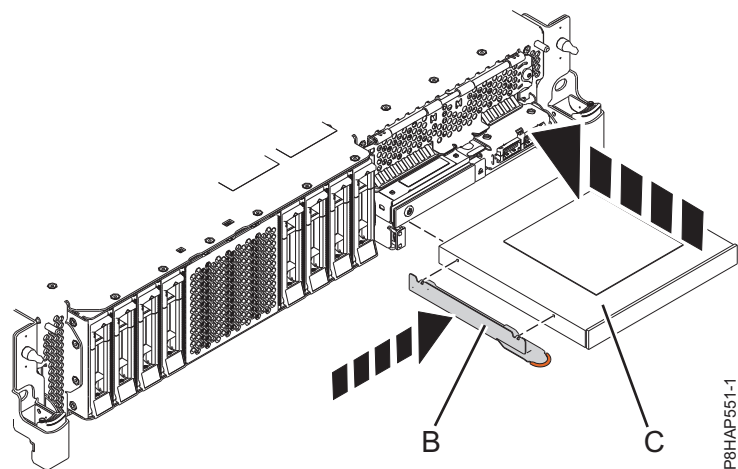
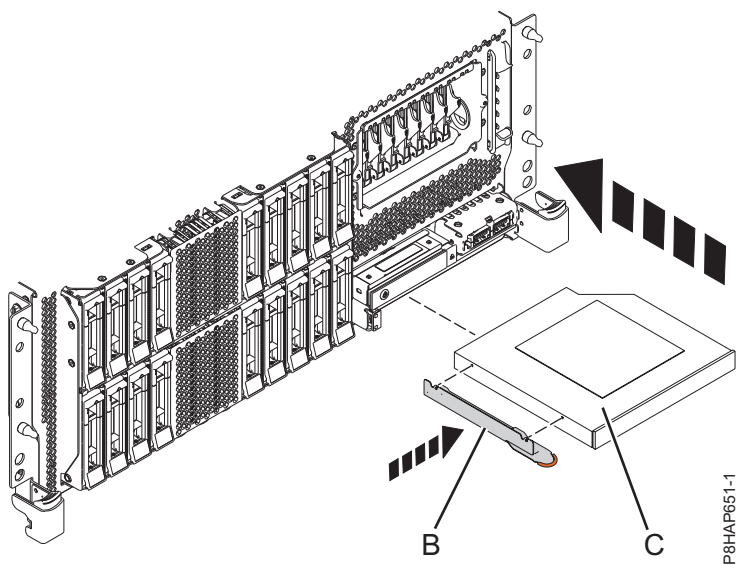
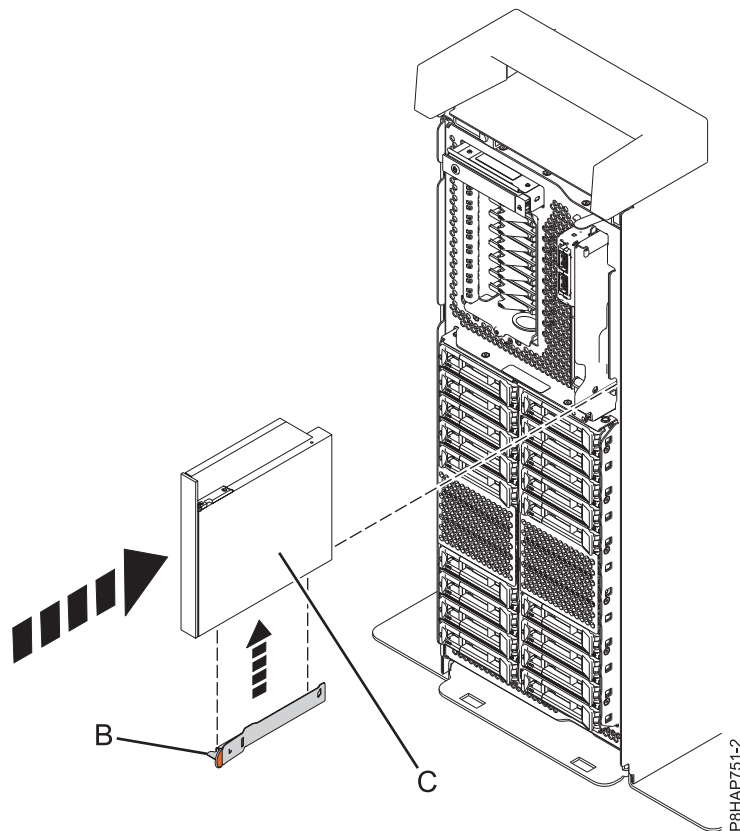

図 34. 8284-21A または 8284-22A システムにおけるスリムライン・メディア・デバイスの取り替え
図 35. ラック・マウント型 8286-41A または 8286-42A システムにおけるスリムライン・メディア・デバイスの取り替え
図 36. スタンドアロン型システムにおけるスリムライン・メディア・デバイスの取り替え
5. 障害のあるスリムライン・メディア・デバイスから取り外した保持ブラケット (B) を取り出します。
6. 8284-21A または 8284-22A システムについては 45 ページの図 34 を、ラック・マウント型 8286-41A または 8286-42A システムについては 45 ページの図 35 を、また、スタンドアロン型 8286-41A システムについては 46 ページの図 36 を参照してください。
7. スリムライン・メディア・デバイス (C) とスリムライン・メディア・ベイを位置合わせし、デバイスの底面を支えながら、スライドさせて半分だけシステム装置に挿入します。
8284-21A または 8284-22A システムについては 45 ページの図 34 を、ラック・マウント型
8286-41A または 8286-42A システムについては 45 ページの図 35 を、また、スタンドアロン型
8286-41A システムについては 46 ページの図 36 を参照してください。